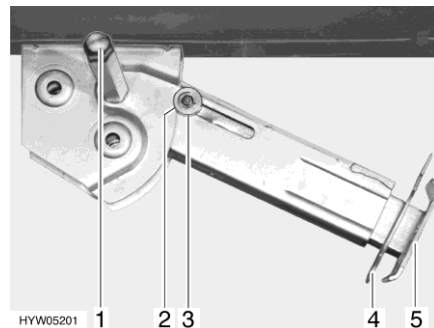

Fig. 40 Apoyo de elevación
- Colocar la llave de vaso en el hexágono (Fig. 40,1) y girarla hasta que el apoyo de elevación quede verticalmente hacia abajo.
- Extraer la clavija hendida (Fig. 40,4) de la prolongación del pie de apoyo (Fig. 40,5).
- Colocar la llave de vaso en el hexágono (Fig. 40,1) y girarla hasta que el apoyo de elevación esté de nuevo libre del suelo.
- Introducir totalmente la prolongación del pie de apoyo (Fig. 40,5) e introducir la clavija hendida (Fig. 40,4) en el orificio previsto para ello que hay en la prolongación del pie de apoyo.
- Girar con la llave de vaso en el hexágono (Fig. 40,1) hasta que el apoyo de elevación bascule hacia arriba y la arandela de guía (Fig. 40,3) esté totalmente introducida en la entalladura (Fig. 40,2).